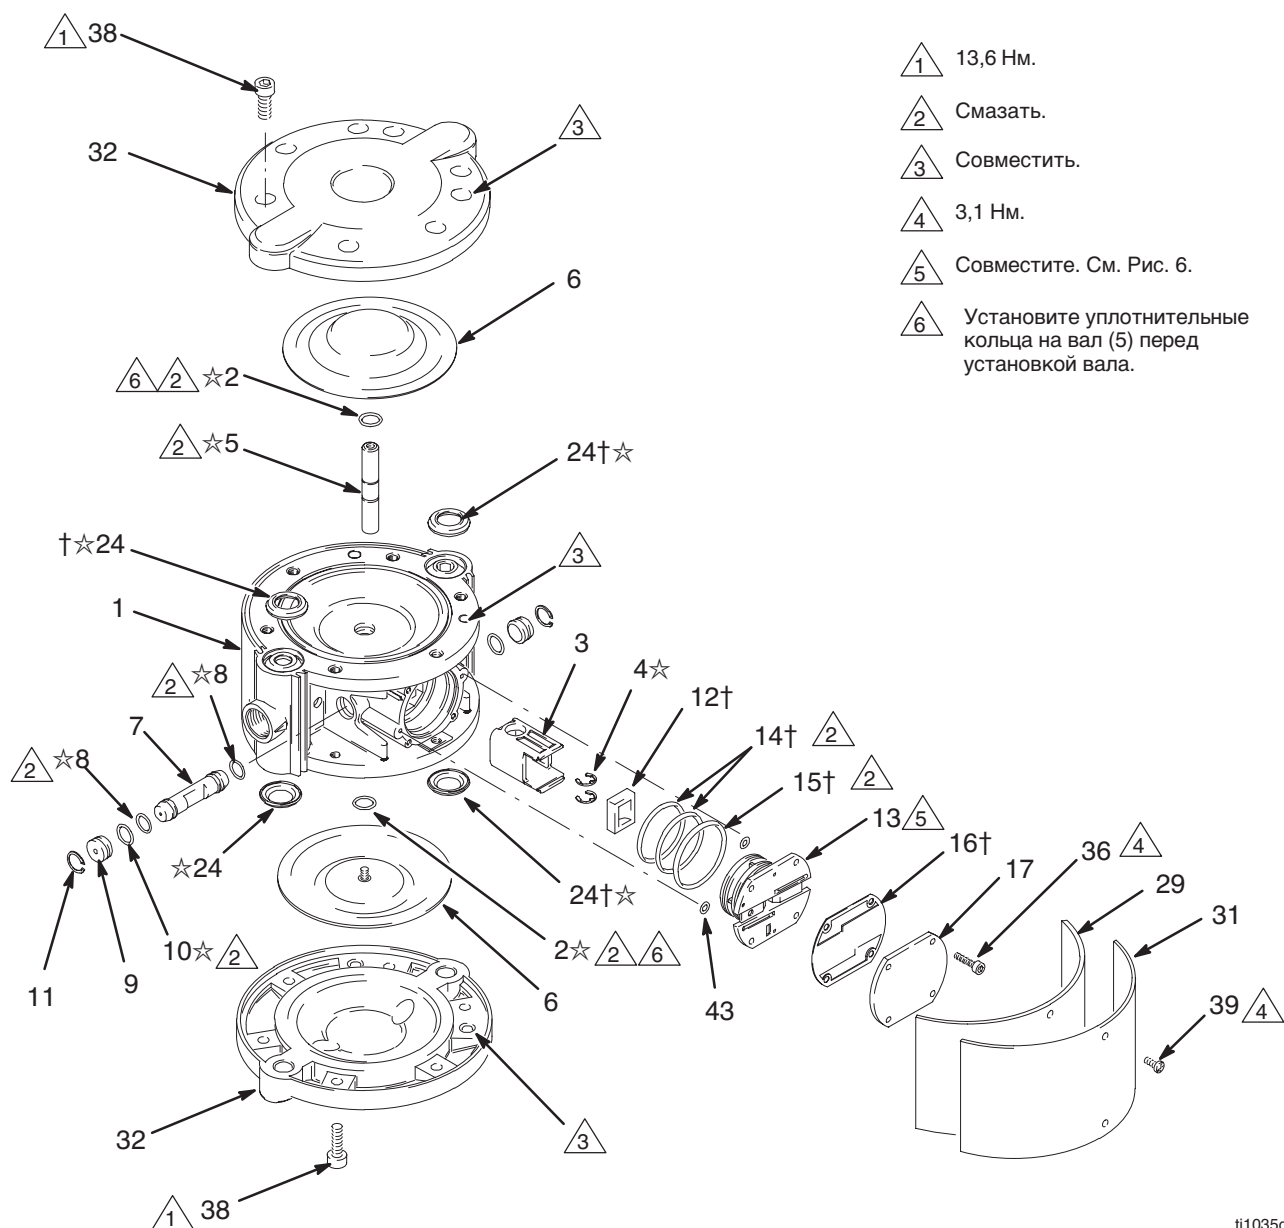

Рис. 8
1. Снимите крышки жидкости. См. стр. 14. Снимите боковую крышку (31) и фетровый увлажнитель (29).
3. Снимите диафрагмы (6). См. стр. 17.
4. Снимите стопорные кольца (4☆) с вала (5). См. Рис. 8.
5. Сдвиньте вал (5) из центрального корпуса (1). Снимите каретку клапана (3) с корпуса.
6. Снимите уплотнительные кольца (2) с вала (5).